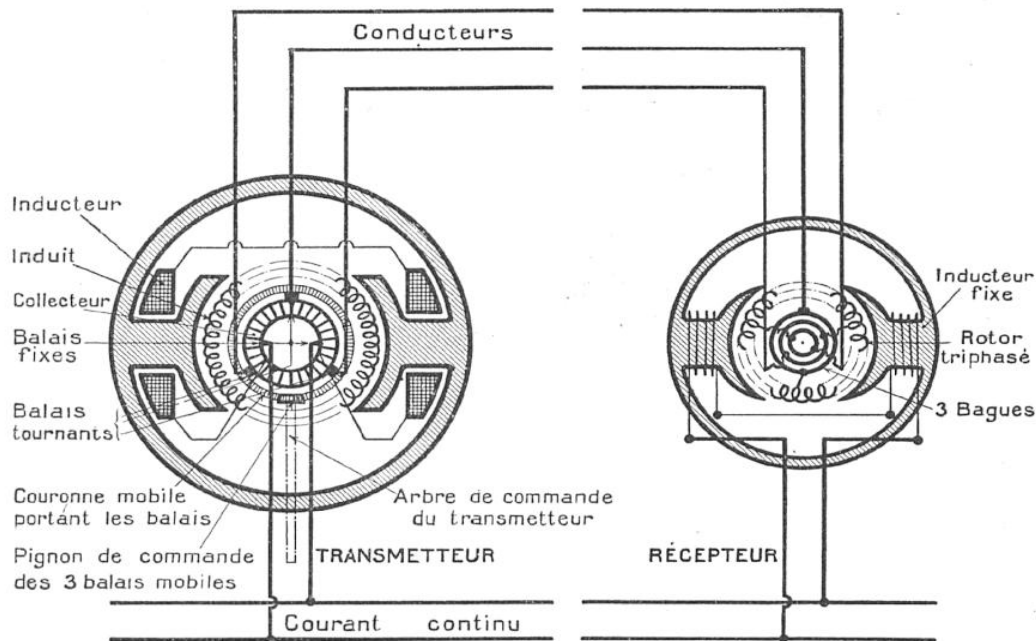

FIG. 3. — FONCTIONNEMENT DU SYSTÈME DE TRANSMISSION ÉLECTRIQUE ASSERVIE
Le poste transmetteur (fig. 3) est constitué par un moteur alimenté par le réseau
Les détails du fonctionnement du système sont donnés en légende sous le schéma de la figure 3 (1).